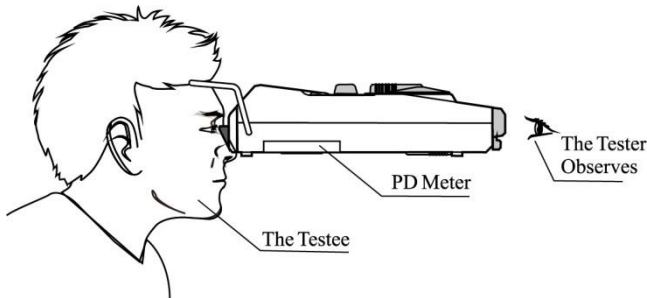

Abb.6
b. Legen Sie den Stirnträger leicht auf die Stirn der Testperson und den Nasenträger leicht auf den Nasenrücken der Testperson und halten Sie das Gerät dann in einem horizontalen Zustand (wie in Abb. 6 gezeigt).